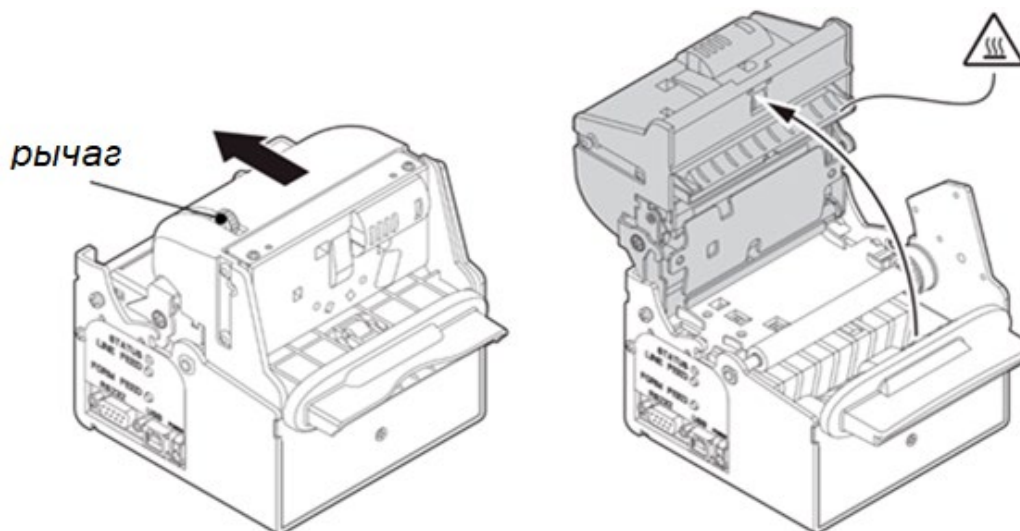
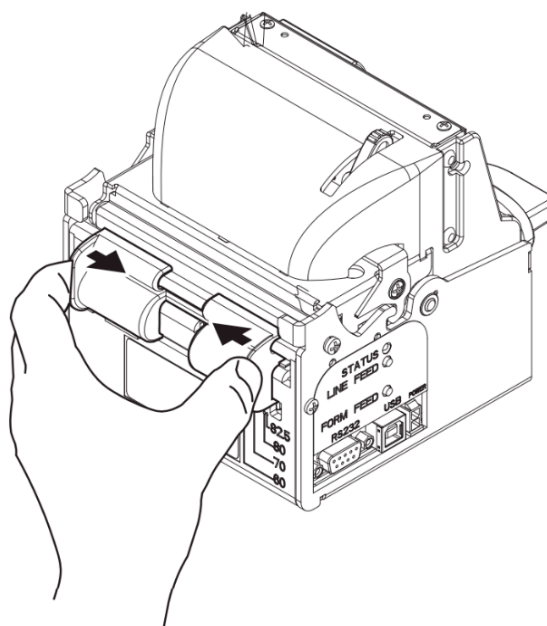

Рисунок 17. Потяните за рычаг в сторону стрелки
Рисунок 18. Установка необходимой ширины отверстия для чекового рулона
- Откройте крышку принтера (24), для этого потяните за рычаг в сторону стрелки (см. рис. 17) и поднимите крышку. Будьте осторожны, принтер может быть горячим!
- Снимите старый рулон с держателя (23).
5. Установите необходимую ширину отверстия для чекового рулона (см. рис. 18):